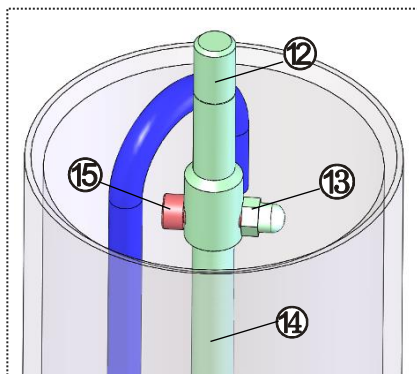

Рис. 6 Резьбовая часть шпильки
После загрузки емкости (1) очистите резьбовой конец шпильки (12) см. Рис. 6 и продуйте ручку (4) от абразива. Попадание абразива приводит к поломке **МС** из-за быстрого износа резьбового соединения (12) и невозможности удержания крышки (3) ручкой при подаче давления в **МС**. Дальнейшая эксплуатация такого **МС** возможна только после замены изношенных деталей.
• **Резьбовую часть шпильки: (Рис. 6)**
- открутите ручку (4) снимите крышку (3) и высыпьте абразив;
- открутите гайку (13) и выньте из шпильки (14) поперечный винт (15);
- снимите изношенную резьбовую часть шпильки (12) и замените на новую (поставка по дополнительной заявке), сборка - в обратной последовательности.